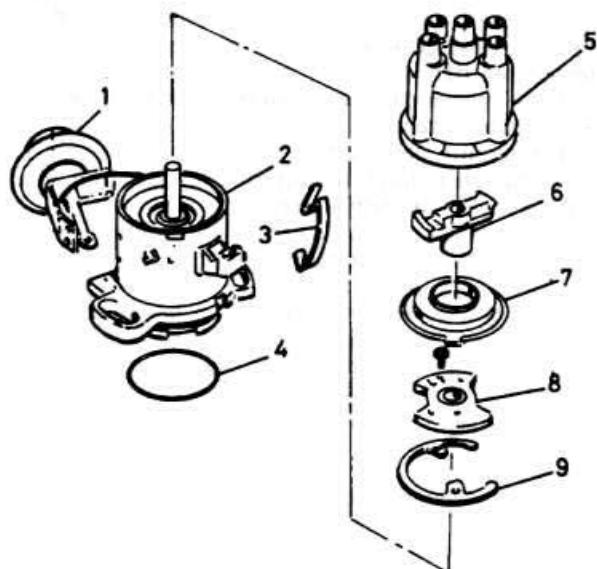

Рис. 5.3. Распределитель зажигания, карбюраторные двигатели
*с) вращающийся кулачок совмещен с меткой на корпусе распределителя (снимите рычажок и пластмассовый экран, затем установите рычажок для проверки совмещения с меткой) (рис. 5.3).*